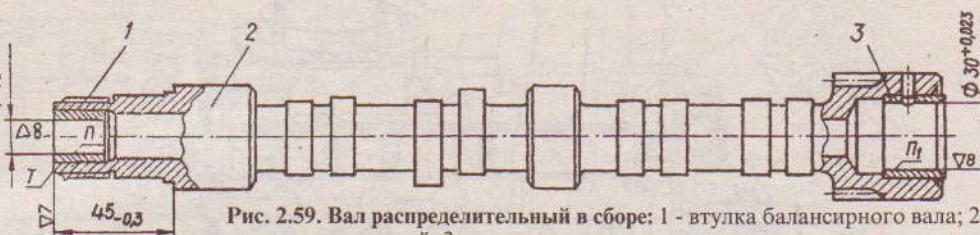

Рис. 2.59. Вал распределительный в сборе: 1 - втулка балансирующего вала; 2 - вал распределительный; 3 - втулка противовеса
- ✓ При повышенном износе передней и задней втулок балансирного вала (рис. 2.59) восста-новить монтажный зазор установкой новых втулок. Для этого выпрессовать старые втулки, запрессовать новые и расточить переднюю втулку в размер 16,00-16,019 мм, заднюю 30,00-
- ✓ Проверить биение поверхности передней и зад-ней втулок балансирующего вала относительно опорных шеек распределительного вала. Бие-ние поверхности Π , Π_1 и торца T не должно превышать 0,05 мм (рис. 2.59).